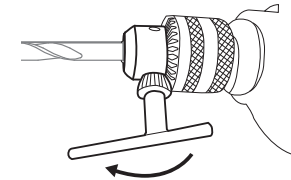

Abb. 6
2. Richten Sie den Werkzeugaufsatz an der Werkzeugaufnahme (1) aus und stecken Sie diesen bis zum Anschlag ein.
3. Drehen Sie den Bohrfutterschlüssel (8) wie in der Abbildung 6 gezeigt. Die Backen im Innern der Werkzeugaufnahme (1) werden geschlossen und halten den Werkzeugaufsatz. Ziehen Sie das Bohrfutter (2) so weit wie möglich fest, um sicherzustellen, dass der Werkzeugaufsatz festen Halt hat.